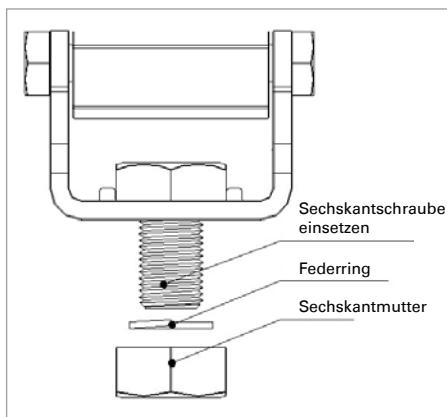

Abbildung 1
- Setzen Sie den Federring auf die Befestigungsschraube ein. Stecken Sie die Befestigungsschraube durch die Halterung des Arbeitsscheinwerfers hindurch (siehe Abbildung 1).